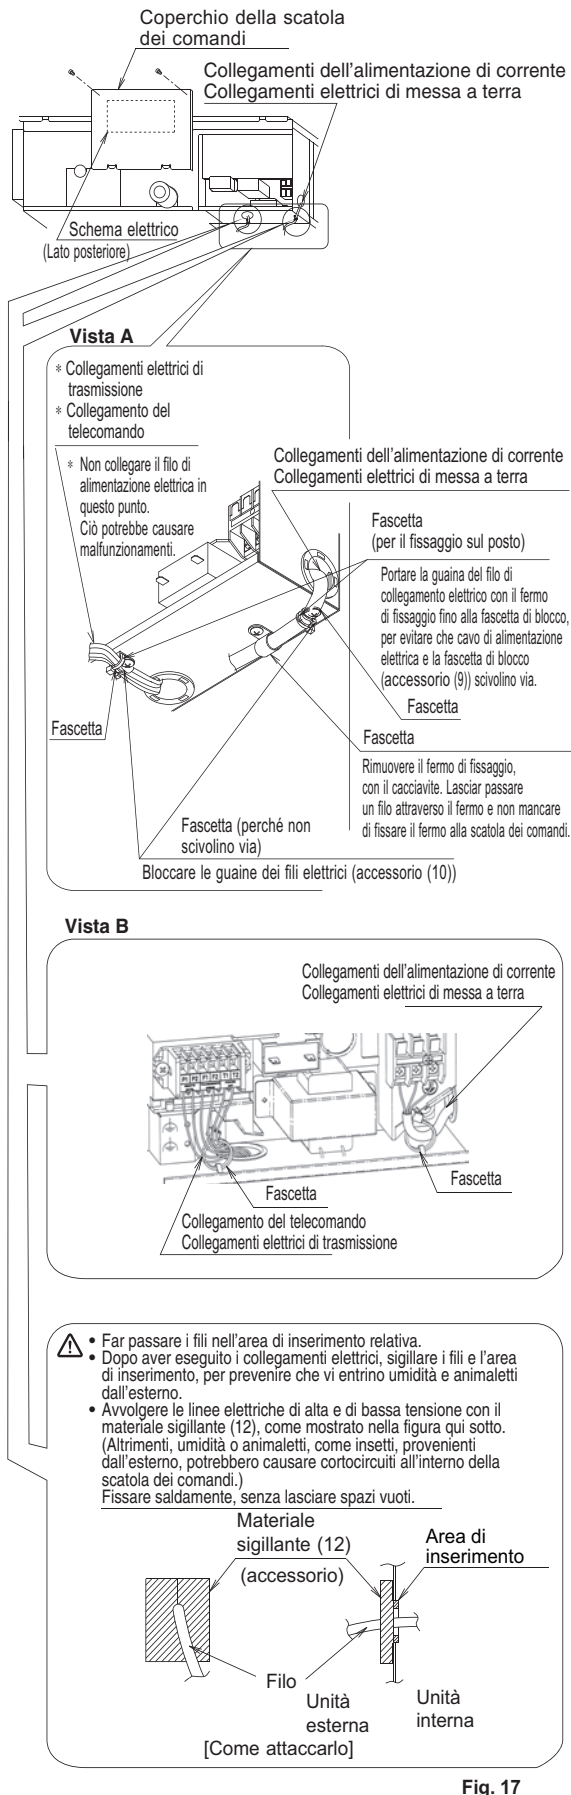

Fig. 17
Bloccare saldamente i cavi con le fascette (9) (10) fornite come accessori, come mostrato nella Fig. 17, in modo che non sia applicata tensione all'area di collegamento dei cavi.
- Eseguire i collegamenti elettrici solo dopo aver rimosso il coperchio della scatola dei comandi, come mostrato nella Fig. 17, facendo riferimento alla vista A o B a seconda del tipo di unità.
- Quando si blocca il cablaggio, usare il materiale di bloccaggio (9) e (10), come mostrato nella Fig. 17, per impedire che venga esercitata sulle connessioni del cablaggio una pressione esterna ed eseguire il bloccaggio saldamente.